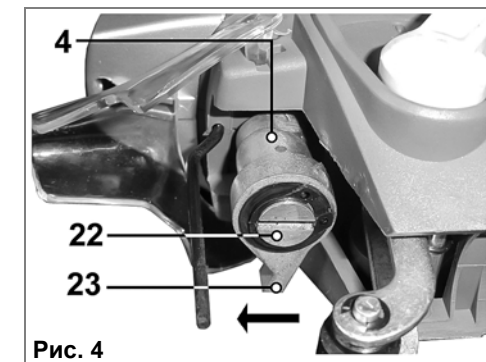

Рис. 4
**7.2. Установка пильного полотна в быстрозахимной держатель (Рис.4).** Для модели ЛЭ-600/60ЭМ.
7.2.4. Для извлечения пильного полотна (15) из держателя (4) переместите рычаг (23) в направлении указанном стрелкой на рис. 4.